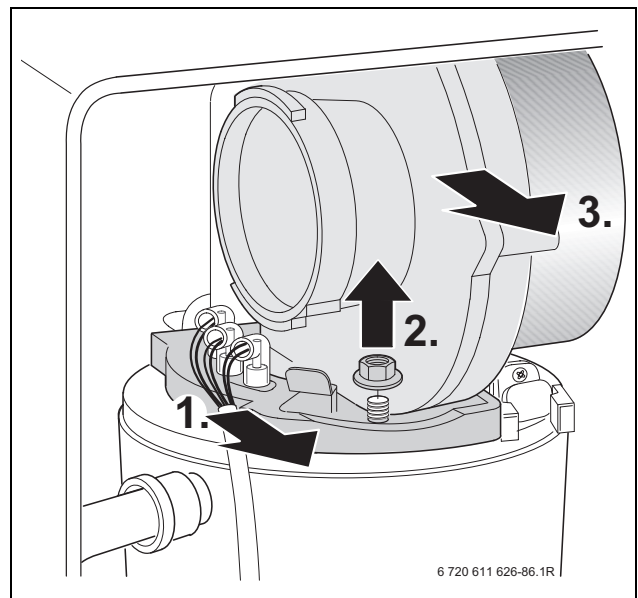

Bild 48
- Kabel der Zünd- und Überwachungselektrode abziehen, → Bild 48.